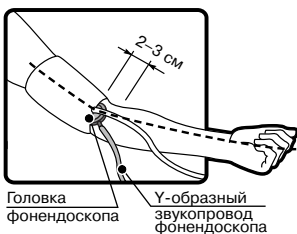

Рисунок 1
3. Трубки манжеты должны быть направлены в сторону ладони (см. рисунок 1). Если измерение на левой руке
4. Нижний край манжеты должен располагаться выше локтевого сгиба на 2–3 см (см. рисунок 1).